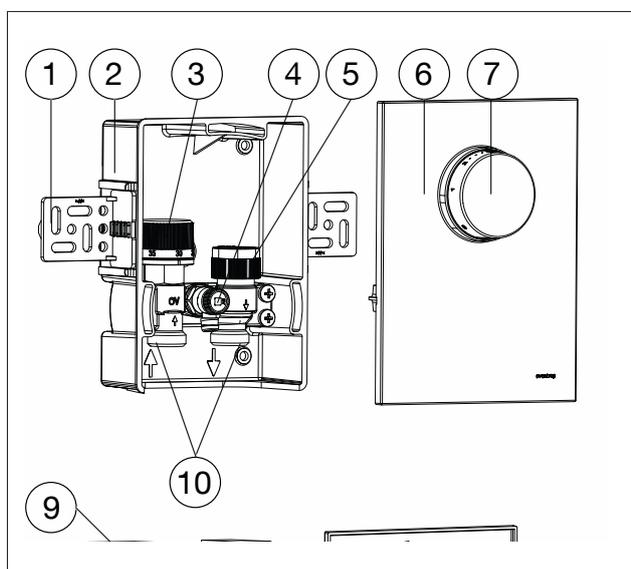

Рис. 2: Конструкция „Unibox E RTL“
На маховике (см. рис. 2 (4)) можно установить требуемую температуру теплоносителя контура панельного отопления. Интегрированный в вентиль ограничитель температуры обратного потока измеряет температуру циркулирующего теплоносителя и, соответственно, открывает или закрывает вентиль.